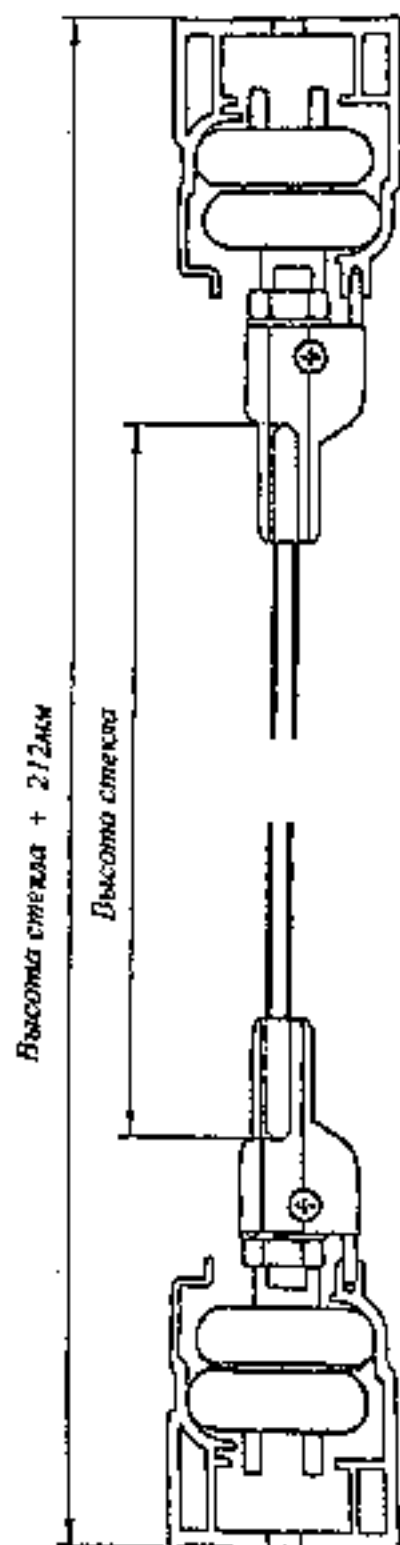

Рис.4
2.3 По отмеченным точкам (п.2.1.) выставляем верхний несущий профиль и крепим, аналогично нижнему. Расстояние между профилями равно размерам стекла + 212мм (Рис.4). Замерять по свободной от заглушек стороне на поворотном стекле.